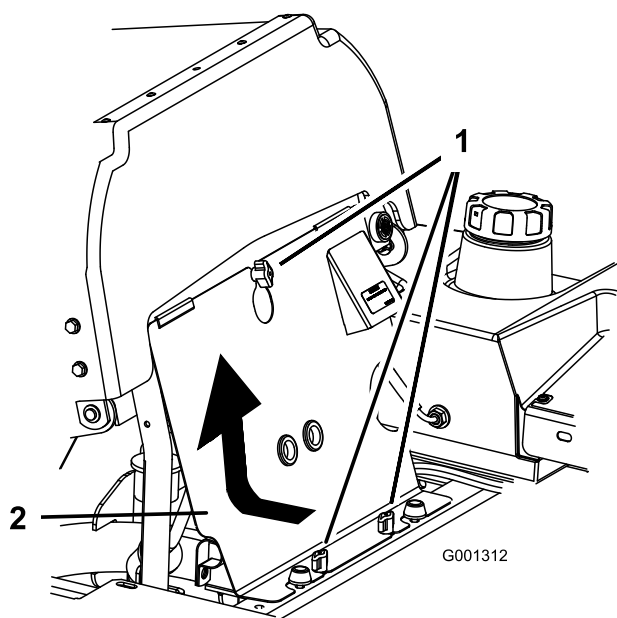

Figure 88
3. Desserrez les boutons du panneau du moteur et déposez le panneau (Figure 88).